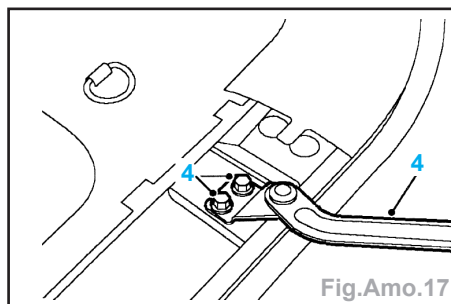

Fig.Amo.17
- Déposer les 2 vis (4) du tirant de retenue de la porte du coffre, dégager le tirant et le mettre sur le côté (Fig.Amo.17).